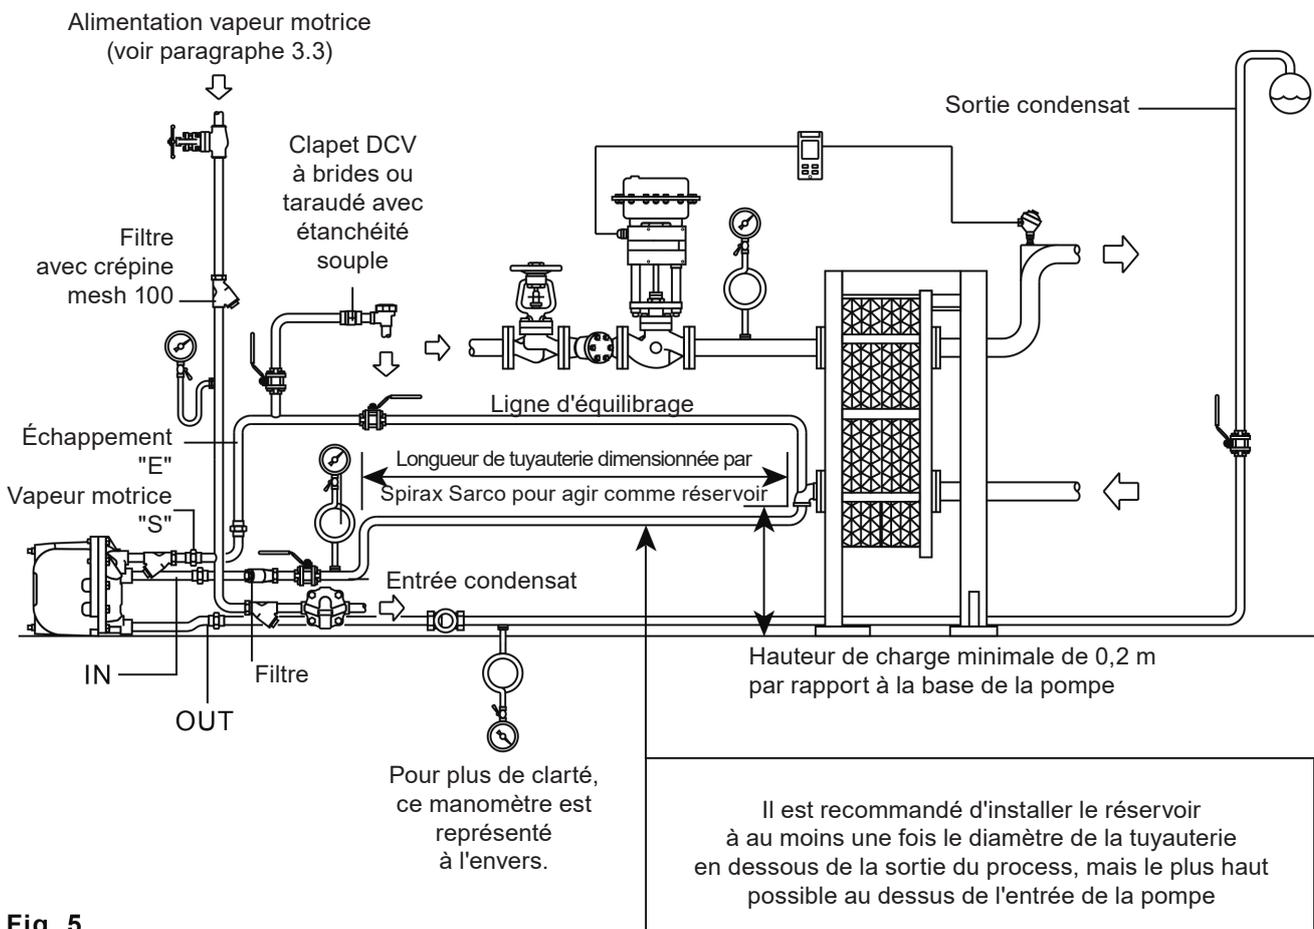

Fig. 5
Pour prévenir le retour de condensat dans l'équipement qui doit être purgé, il est recommandé de bien dimensionner les tuyauteries d'entrée afin de pouvoir accumuler le condensat pendant le cycle de décharge de la pompe. Généralement une longueur et un diamètre de tuyauterie pour recevoir 2 litres de condensats est suffisant. Il est recommandé de placer ce réservoir de condensat à au moins 1D de tuyauterie en dessous de la sortie du process mais le plus haut possible au-dessus de l'entrée de l'APT10-4.5. Il est important de placer à l'entrée des condensats de l'APT10-4.5 un filtre "Y" Spirax Sarco avec une perforation maximale de la crépine de 0,8 mm (Voir Fig. 5).
**\*Il est important de vérifier que cette ligne est convenablement purgée par un purgeur Spirax Sarco approprié et filtrée par un filtre avec une crépine de mesh 100 (voir Fig. 5).**
Le taraudage DN15 (1/2") marqué "E" doit être connecté à la ligne d'équilibrage qui devra elle-même être raccordée à la ligne de sortie condensat le plus près possible de l'équipement à purger. Cette ligne d'équilibrage doit toujours être connectée au-dessus de la ligne de condensat. (Fig. 5).